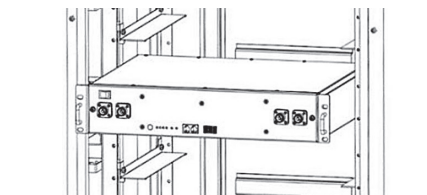
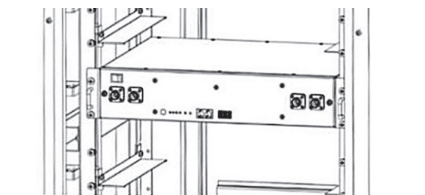

Fig. 3.2 - Inserimento
Fig. 3.3 - Installazione
- Posizionare l'unità B4850 all'interno dell'armadio elettrico come mostrato nella Fig. 3.2 e spingere la batteria fino alla posizione di installazione. Assicurare la batteria all'armadio (Fig. 3.3) con un dado attraverso i fori di montaggio posti in alto sulle alette di sospensione dell'unità B4850.